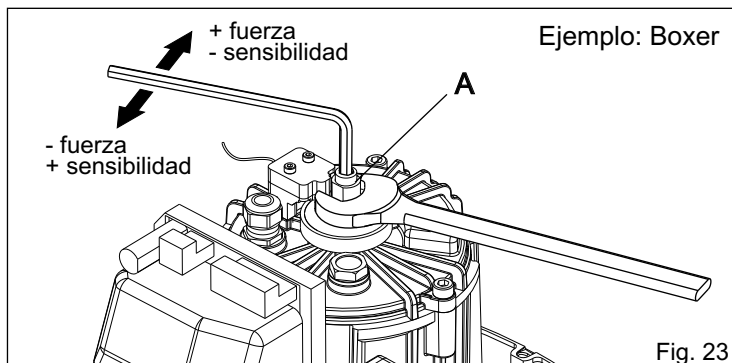

Fig. 23
- Actuar sobre los tornillos sin cabeza "A" (Fig. 23) en el modo siguiente: